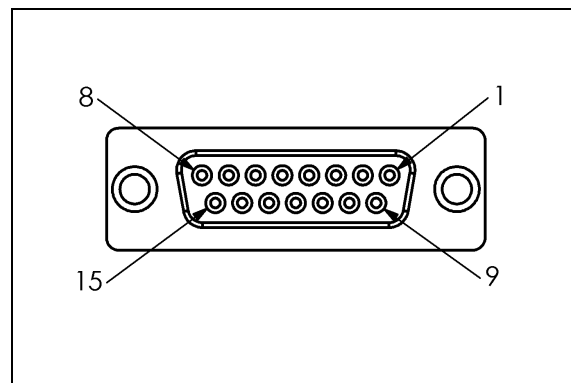

Fig. II.12 Conector de receptáculo de 15 pinos para o indicador de aresta
**Esquema dos pinos para o Indicador de aresta electrónico** (Ver Fig. II.12 para colocar pinos)